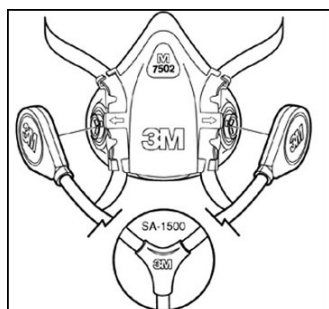

图 6
1. 将面罩放在面前，使 3M 标志面向你。使呼吸管两分支上接口的凹槽对准面罩上接口的突起，并压在一起。安装 3M™ SA-1500 或 SA-1600 呼吸管时，要确保呼吸管和半面罩上的 3M 标志都对着你。对 3M SA-2500 和 SA-2600 呼吸管来说，要确保呼吸管上的 3M 标志与半面罩上的 3M 标志反向相对。（参见图 6）。